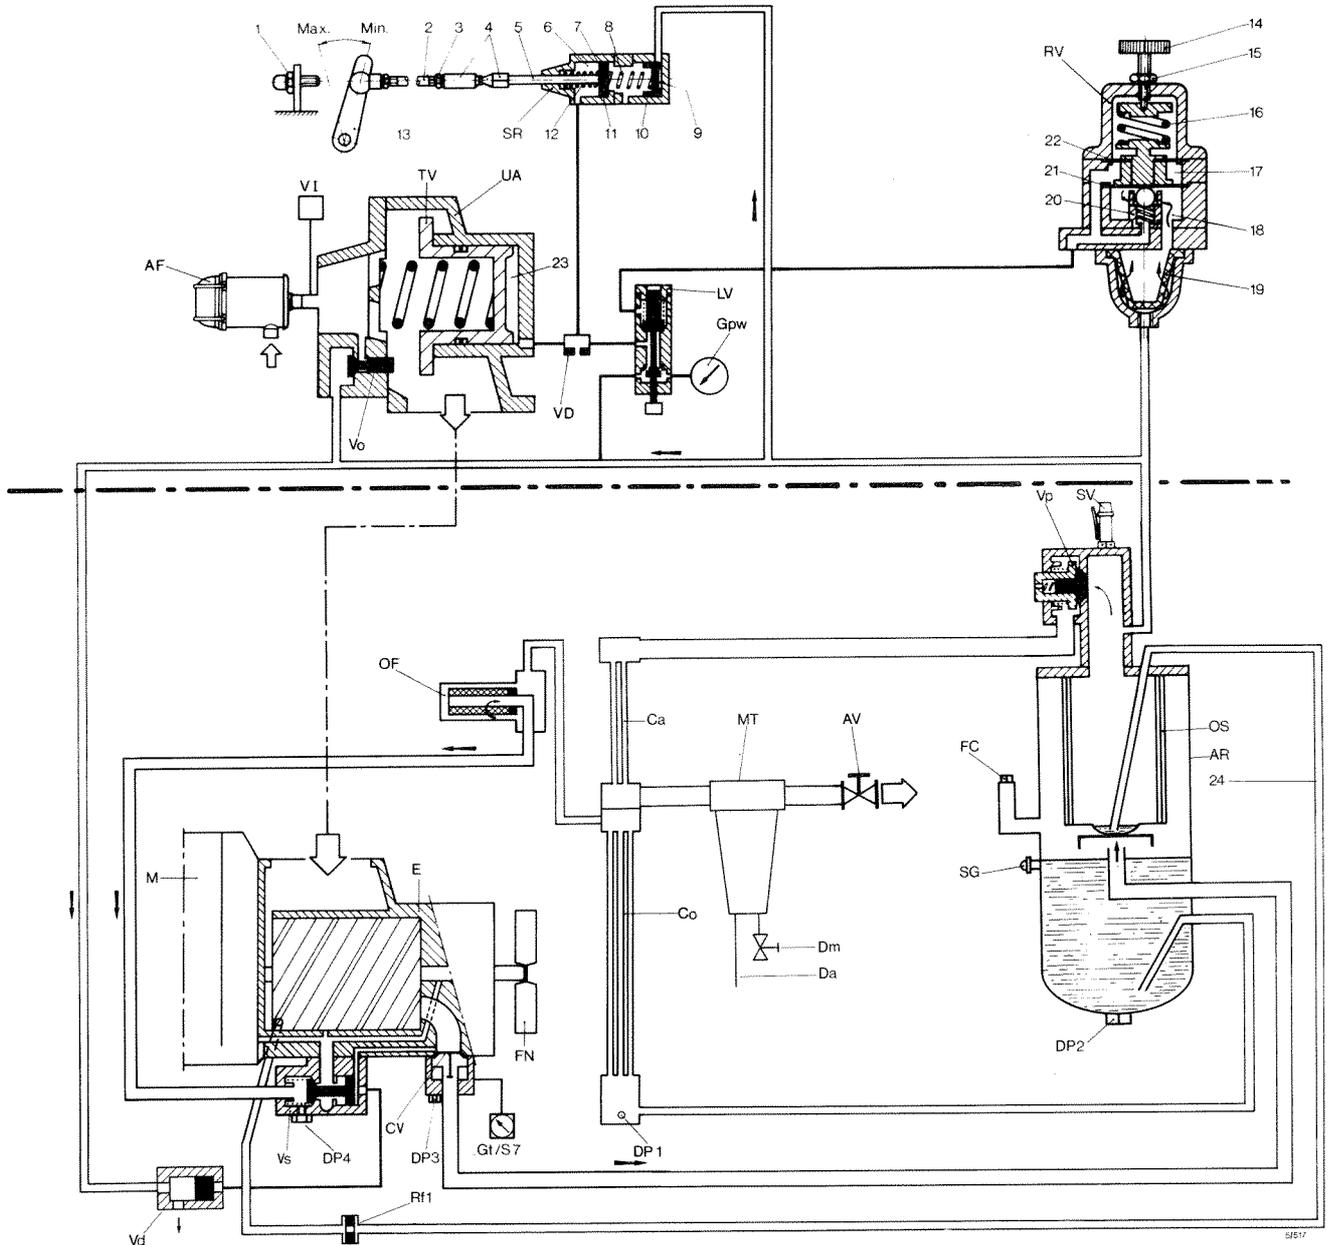

Fig. 5c. Systèmes de régulation-décharge et systèmes air-huile des groupes avec refroidisseur final 1)
L'air quitte le réservoir via la soupape à minimum de pression (Vp), qui empêche la chute de pression(e) du réservoir au-dessous de la pression minimum de service (voir section 6.5), même si les vannes de sortie d'air sont ouvertes. Ceci assure l'injection de l'huile adéquate et prévient la consommation d'huile. Sur les groupes avec refroidisseur final (Fig. 5c), l'air comprimé est déchargé à travers la (les) vanne(s) de sortie via le refroidisseur final (Ca) où l'air est refroidi jusqu'à environ 25°C au-dessus de l'air ambiant, et le séparateur d'eau (MT). Si le groupe est arrêté, le clapet anti-retour de la soupape à minimum de pression empêche tout retour d'air et la soupape de mise à vide (Vd) 1) libère la pression du réservoir d'air (AR).